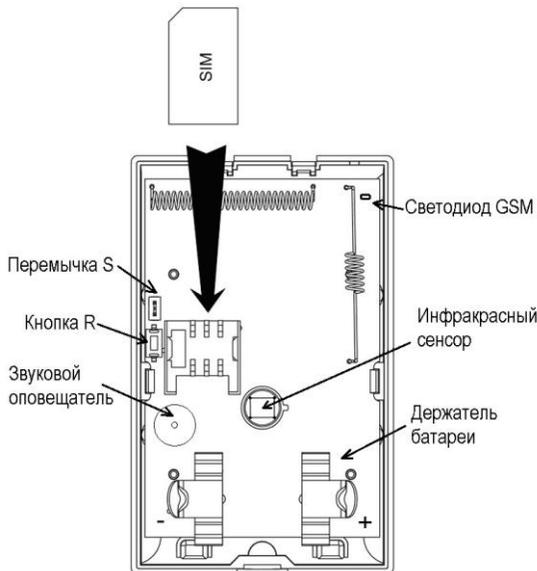

Рис.6 Установка SIM карты
Внимание! При работе с сигнализатором не касайтесь пальцами линзы инфракрасного излучателя (см. рис.6). Это снижает дальность обнаружения.
1. Установите SIM карту как показано на рис. 6
1. Убедитесь, что SIM карта установлена в соответствии с рис. 6.